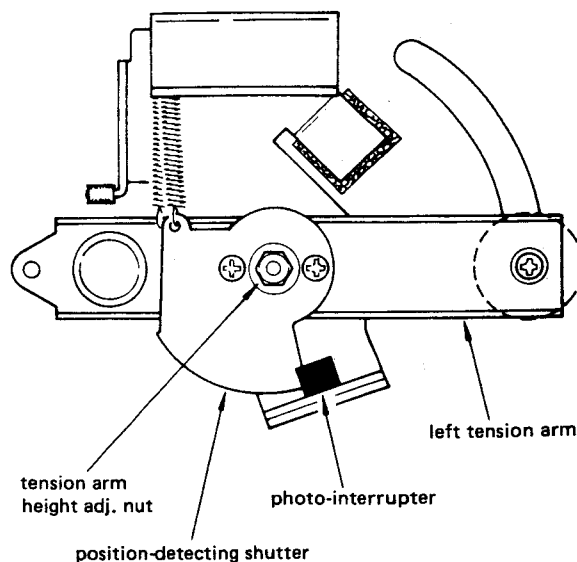

Fig. 2-10
3. Stop left (right) inertia roller's rotation by hand. Adjust by turning the left (right) tension arm height adjusting nut (refer to Fig. 2-10) so that the tape moves in the center of the inertia roller.
2. 調整しようとする側のガイドローラの回転を手で止め、ガイドローラのセンターをテープが走行するようにテンションアーム高さ調整ナット(図2-10参照)を調整する。